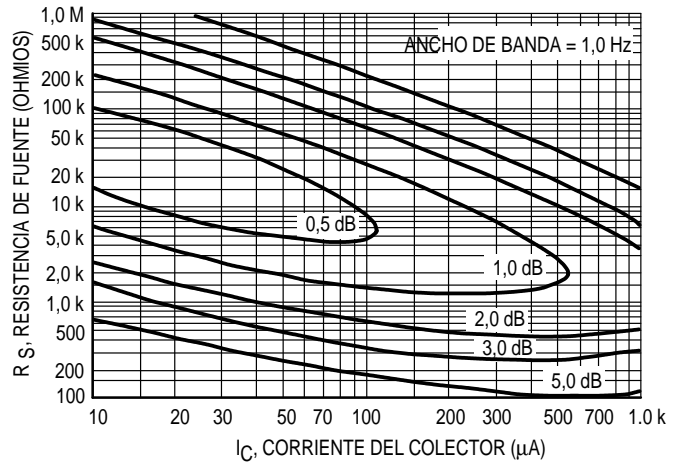

Figura 4. Banda estrecha, 1,0 kHz
- $I_n$  = Corriente de ruido del transistor en referencia a la entrada. (Figura 4)